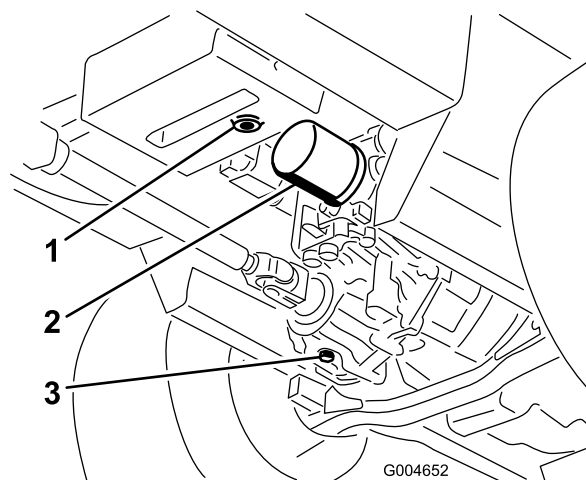

Figura 80
y retire los tapones; deje que se vacíe todo el aceite hidráulico (Figura 80).
4. Limpie la zona alrededor del filtro de aceite hidráulico y retire el filtro (Figura 80).